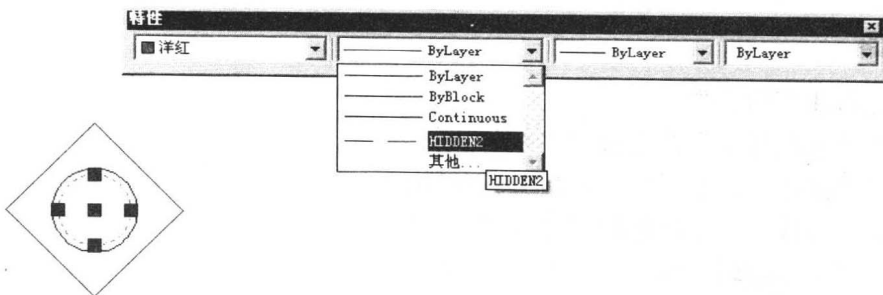

图 1-34 修改对象线型
- 12 在“特性”工具栏上展开“线型控制”列表，修改对象的线型，如图 1-34 所示。